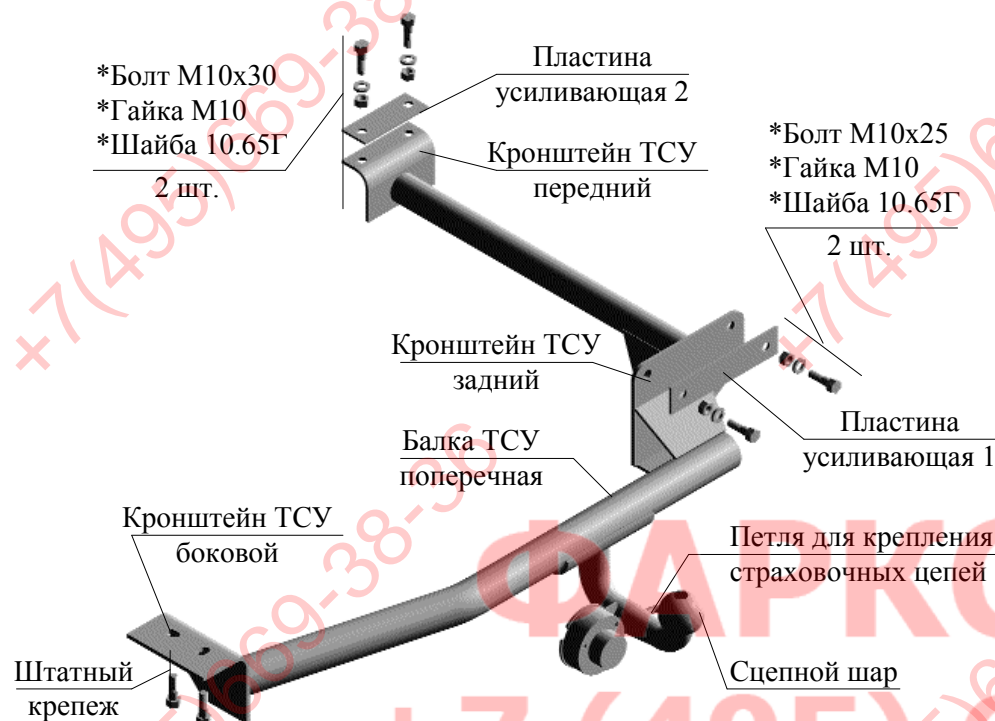

Рис.1 Тягово-сцепное устройство ТСУ 2126.01
2.1 ТСУ 2126.01 в сборе (рис.1)	1 шт.
2.2 Пакет с комплектующими (см. рис.1)	1 шт.